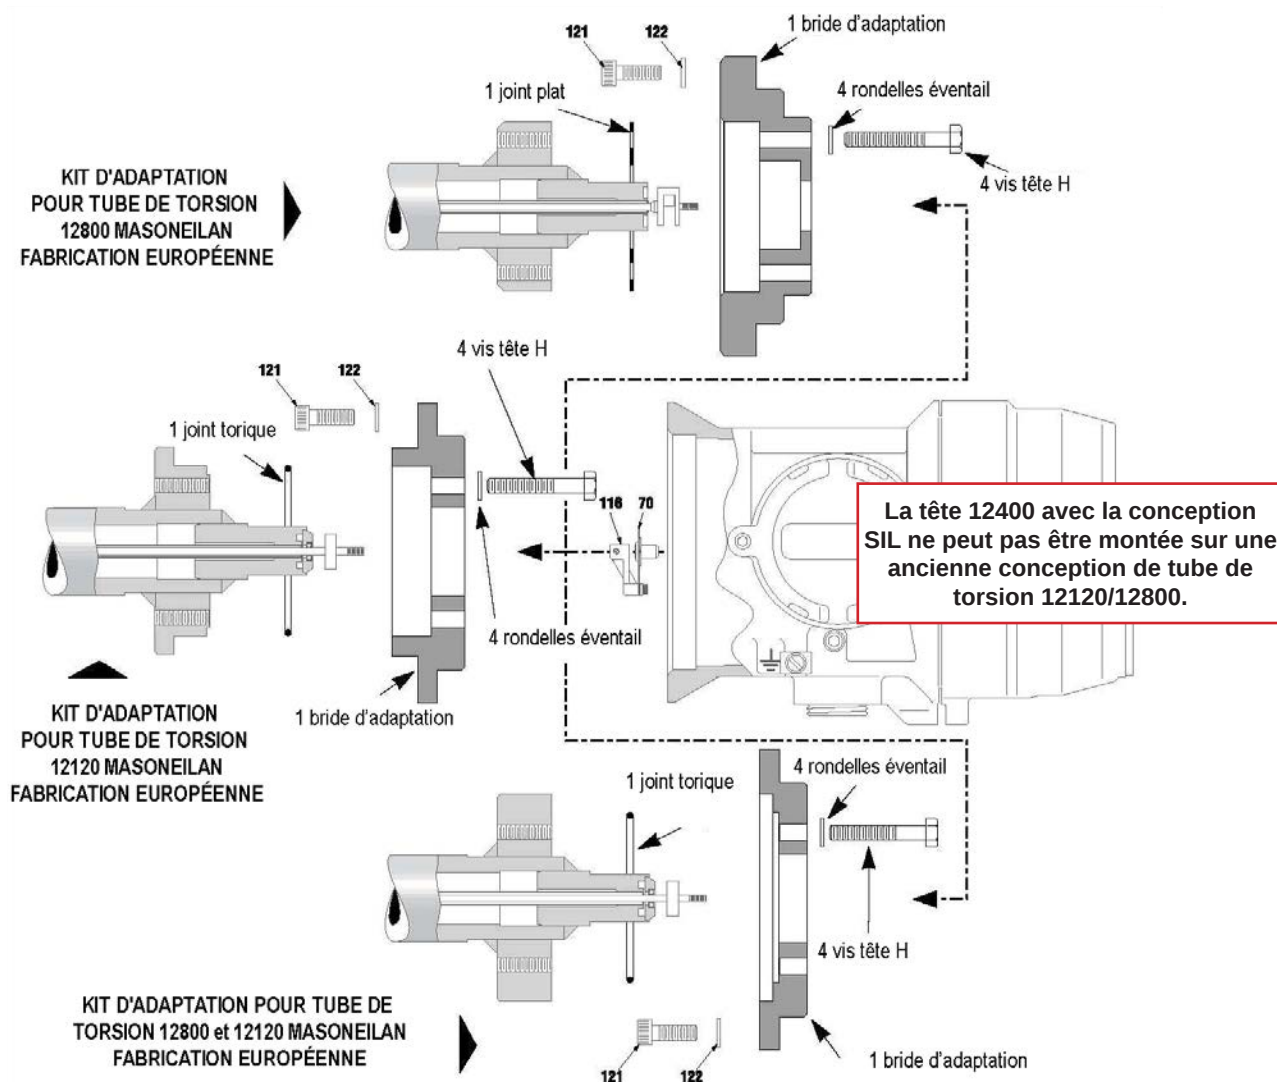

Figure 22 - Adaptation sur tubes de torsion 12800/12120
- Couper l'alimentation électrique. Dévisser la vis de sécurité (106) suffisamment pour la dégager du trou de boîtier et déposer le couvercle de raccordement (104). Débrancher les fils d'alimentation du circuit de raccordement à clamps (90).
- Déposer le couvercle (107) du compartiment mécanisme. Désengager le ressort de rappel (242) du pion de maintien (243) et le relâcher doucement.
- Au moyen d'une clé Allen de 2,5 mm, desserrer la vis (62) du balancier (54) pour désaccoupler celui-ci de la tige de transmission du tube de torsion.
- Tout en soutenant le boîtier afin d'éviter sa chute, desserrer les quatre vis (121) (clé Allen de 5 mm) et les enlever ainsi que leurs rondelles (122). Déposer le boîtier en le tirant dans l'axe du tube de torsion et en veillant à ne pas déformer l'ensemble de lamelle d'accouplement (70).
- Si le tube de torsion doit être rééquipé d'un boîtier 12400 identique ou si le boîtier d'origine doit être réinstallé, ne pas enlever l'accouplement (116) de la tige de transmission du tube de torsion, ni le dissocier de l'ensemble de lamelle (70). Dans le cas contraire, desserrer les deux vis (119) au moyen d'une clé Allen de 1,5 mm et enlever l'ensemble accouplement-lamelle (116-70).
- Si le tube de torsion n'est pas dédié au 12400, déposer, si nécessaire, le kit d'adaptation en place. Ce kit est généralement composé d'une bride, d'un joint et de la visserie (voir figure 22).
9.2.2 Sur tube de torsion type 12120 ou 12800 (Figure 22)